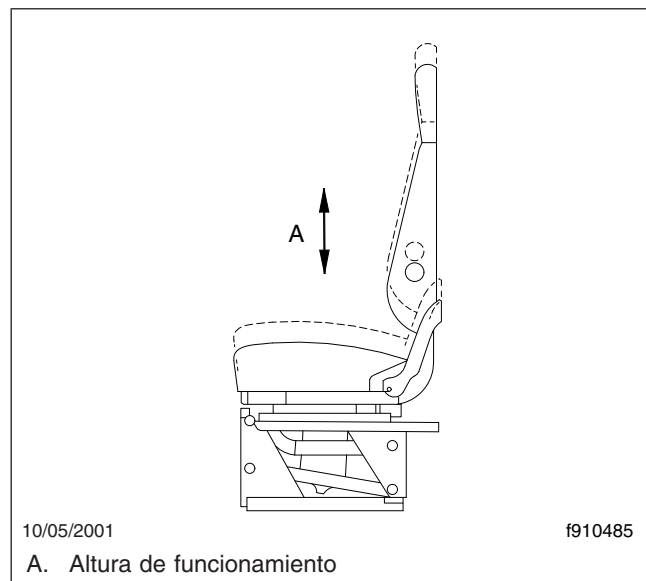

Figura 5.9, Ajuste de altura de marcha
8. Ajuste de altura de marcha: El asiento entero sube o baja cuando se ajusta la altura. Este ajuste es mecánico o controlado por aire, dependiendo del modelo y fabricante del asiento (Figura 5.9).